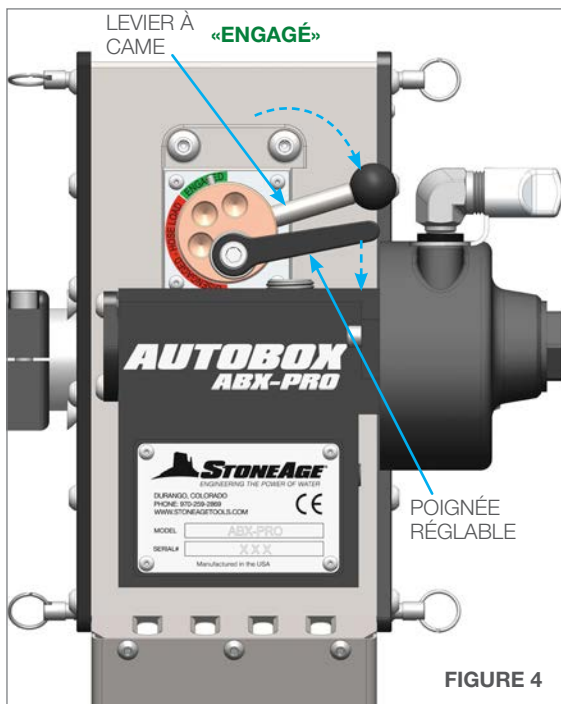

FIGURE 4
4. Tournez le levier à came en sens horaire jusqu'en position «engagée» pour serrer le rouleau mené en bas du flexible. Poussez la poignée réglable vers le bas pour serrer l'ensemble de bagues. **(Figure 4)**
4. Desserrez les deux vis du bloc du chapeau de virole et glissez l'ensemble bloc de virole BOP 030 sur le tube d'embout fileté BOP 084. Poussez le bloc de virole jusqu'en butée sur le tube d'embout, puis serrez à fond les deux vis. **(Figure 4)**
4. Insérez l'ensemble positionneur femelle BOP 058 dans la pince articulée. C'est possible dans les positions ouverte ou fermée, l'ensemble est conçu pour être réglable en fonction de la dimension de la canalisation. **(Figure 4)**